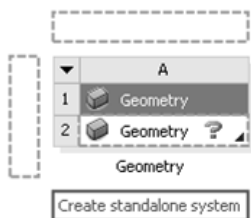
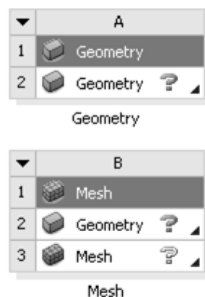

图 1.7.9 放置项目列表
图 1.7.10 独立项目列表
- ◆ 在创建共享项目列表时，直接将项目列表拖曳到绿色虚线框中，如图 1.7.9 所示，将创建一个独立的项目列表，那么新创建的项目列表与旧的项目列表之间就不存在共享关系了，如图 1.7.10 所示。